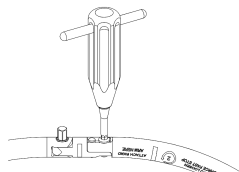

Figure 5
- À l'aide du **tournevis hexagonal** (ML-0505), serrez la vis sur la partie du demi-anneau pour fixer l'ensemble. (Figures 5 et 6)